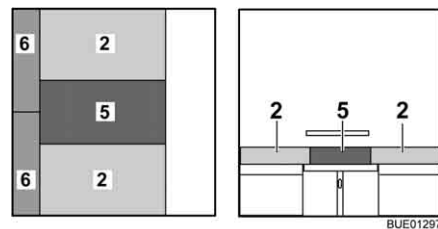

Fig. 124 Après la transformation
- Placer le coussin supplémentaire (Fig. 124,5) entre les coussins d'assise sur la table.
- Placer les coussins supplémentaires (Fig. 124,6) entre les coussins d'assise et la cloison.